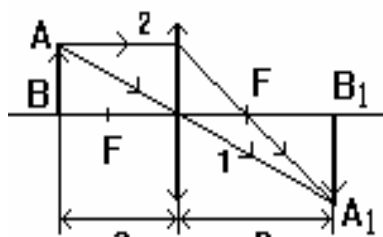

Рисунок 2
Для построения изображения в собирающей линзе (рисунок 2) от каждой точки предмета AB проводят два луча:
2. Перемещая линзу, найти положение линзы, при котором видно отчетливое изображение A_1B_1 предмета AB на экране (см. рисунок 2).
5. По формуле (4) рассчитать фокусное расстояние f собирающей линзы. Найти среднее значение фокусного расстояния $f_{ср.}$.
7. Исходя из среднего значения фокусного расстояния, по формуле (1) рассчитать среднее значение оптической силы собирающей линзы $D_{ср.}$.